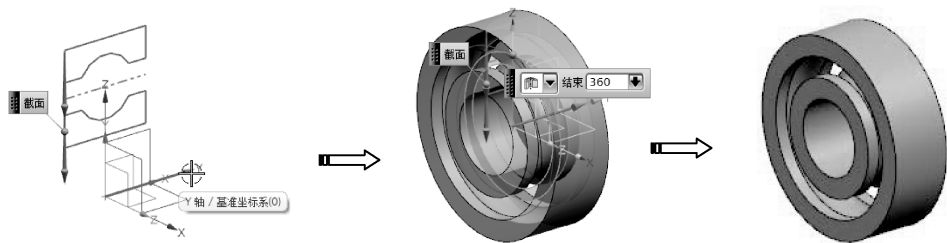

图 6-22 创建回转特征
- 05 单击 完成草图按钮，退出草绘模式，返回到【回转】对话框，按信息提示选择旋转轴（Y 轴），随后显示预览效果。单击对话框中【确定】按钮，完成回转特征的创建，如图 6-22 所示。